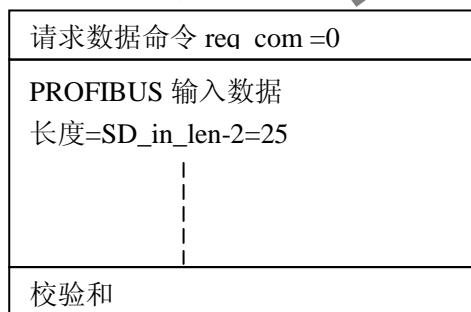

图 6-6-3 用户板判断 AB_status (D0)=0 继续发 req_com = 0，接收格式 A
- ③ 如果 AB_status (D7)=0 说明用户参数没有更新（可能主站还没有接通），实验板继续发送 PROFIBUS 输入数据并请求 SEA 接口将回答“输出数据报文 A”，见图 6-6-3。